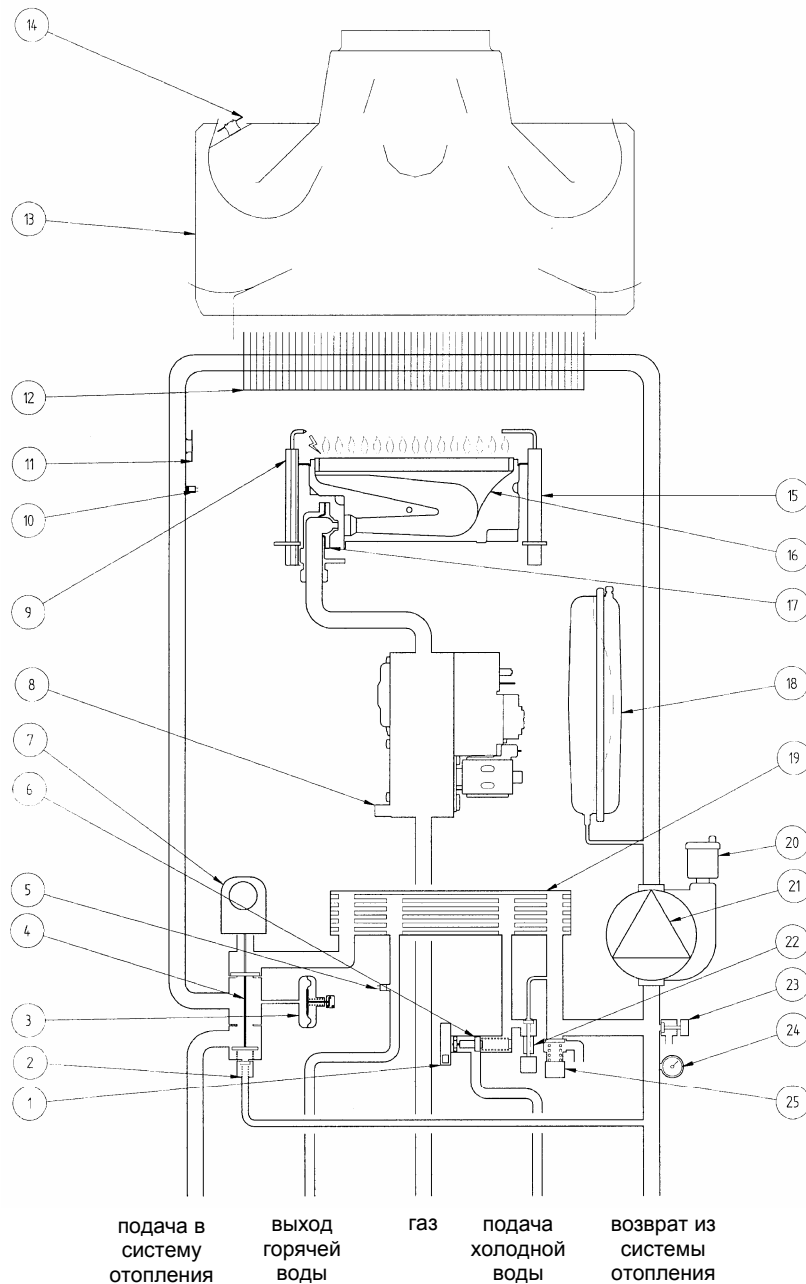

Рис.21
- **Термостат – датчик тяги (модель 240 i – 1.240 i – 1.140 i)** данное устройство (позиция 14 - Рис.21)- расположен в левой части вытяжного колпака, и перекрывает подачу газа к основной горелке, если засорился дымоход или нет тяги по другой причине.